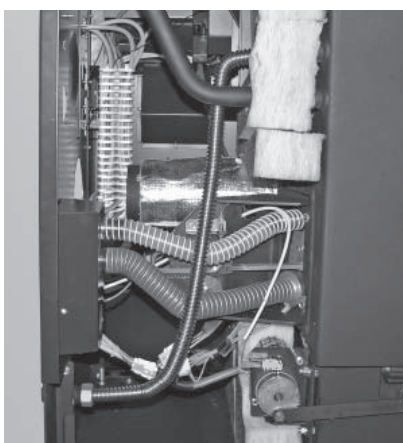

Fig. 23 Avvitare il tubo ondulado di ritorno sul tubo di ritorno, dietro il tubo di mandata
- Installare il tubo ondulado di ritorno (pezzo n°1) sul tubo di ritorno (pezzo n°4), dietro il tubo di mandata, e avvitare con un dado per raccordi e la guarnizione in Klingerite – Fig. 23.